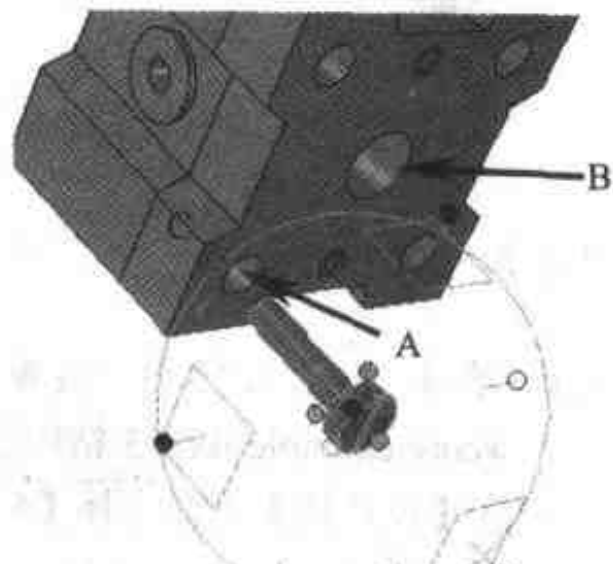

图 3.82 重新定位三维球
- (6) 右击【三维球】的中心, 选择【到中心点】命令, 单击如图 3.82 所示的圆周(A)。
- (7) 按空格键, 然后右击【三维球】的中心, 选择【到中心点】命令, 接着单击图 3.82 所示的圆周(B), 移动三维球的位置, 再次按空格键, 右击手柄(C), 按住右键, 将手柄移至【三维球】内任意位置, 当光标变成小手状, 沿顺时针方向移动一定的角度, 选择【链接】命令。在弹出的对话框中, 设置其数量为 3, 角度为  $90^\circ$ 。